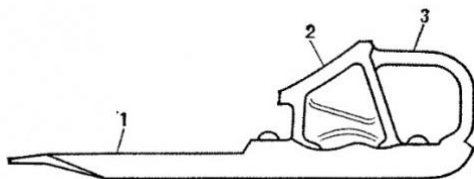

Рисунок 17 – Тормозной башмак:
**Тормозной башмак** (рисунок 17) – приспособление для торможения дви-